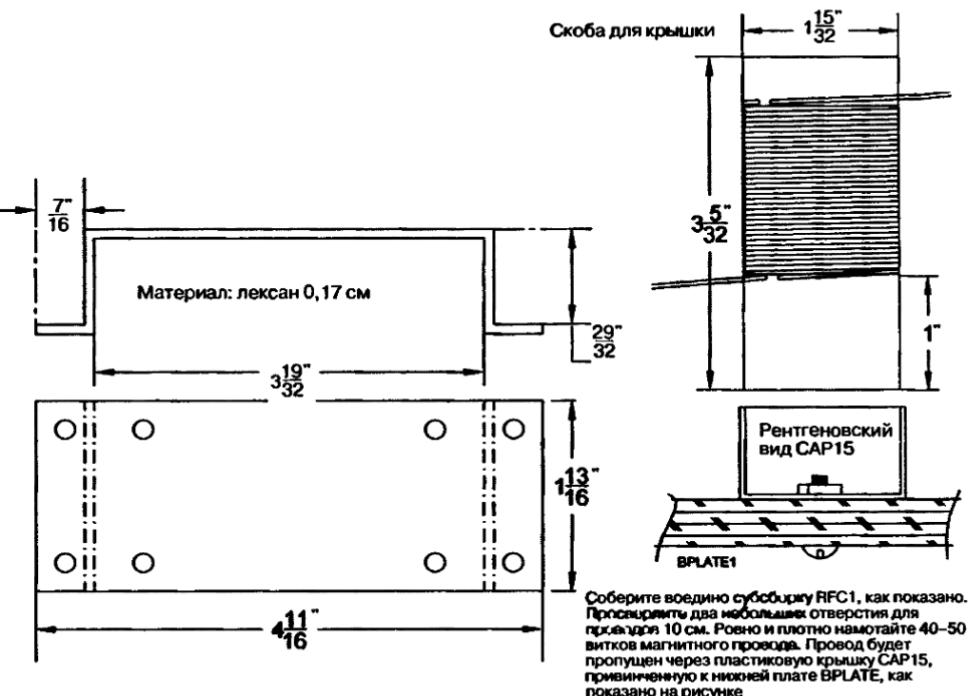

Рис. 14.5. Скоба для крышки СВКТ1 и сборка высокочастотного дросселя RFC1
- Соберите сборки высокочастотного дросселя RFC1 и изготовьте скобу конденсатора СВКТ1, как показано на рис. 14.5. Просверлите два небольших отверстия для соединительных проводов длиной 10 см. Ровно и плотно (виток к витку) намотайте 40–50 витков магнитного провода #26.